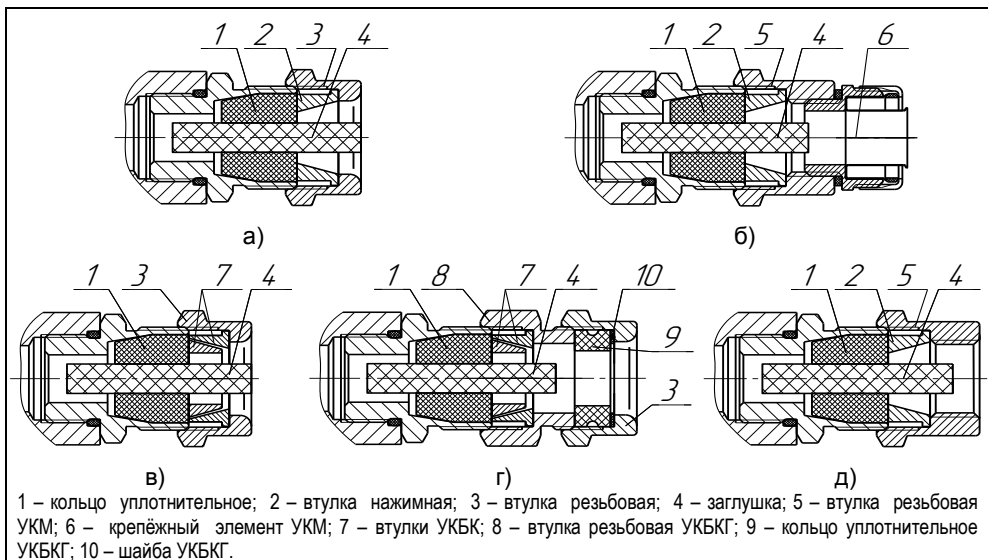

Рисунок 4 – Элементы кабельных вводов:
1.4.3 Корпуса изготавливаются с кабельными вводами **D12** (см. рисунок 4).
Кабельные вводы, изготавливаемые по умолчанию, (см. рисунок 4, а) содержат кольцо уплотнительное 1, втулку нажимную 2, втулку резьбовую 3, заглушку 4.
Варианты исполнения кабельных вводов с устройством крепления металлорукава содержат втулку резьбовую 5 с резьбой под крепёжный элемент 6, в котором фиксируется металлорукав (см. рисунок 4, б). Кабельный ввод имеет варианты исполнения **УKM10**, **УKM12**, **УKM15** и **УKM20** для крепления металлорукава с внутренним диаметром 10, 12, 15 и 20 мм соответственно.
Вариант исполнения кабельного ввода с устройством крепления бронированного кабеля содержит втулки 7 (см. рисунок 4, в). Фиксация брони кабеля осуществляется между втулками 7 при наворачивании втулки резьбовой 3. Вариант исполнения кабельного ввода **УКБК16** предназначен для крепления бронированного кабеля с наружным диаметром до 16 мм. Вариант **УКБК16** обеспечивают надежное электрическое соединение брони кабеля с корпусом преобразователя.
Вариант исполнения кабельного ввода с герметизированным устройством крепления бронированного кабеля (см. рисунок 4, г) содержит втулки 7 для фиксации
Вариант исполнения кабельного ввода с устройством крепления трубы содержит втулку резьбовую 5 с внутренней резьбой под крепление трубы (см. рисунок 4, д). Вариант исполнения кабельного ввода **УКТ1/2** предназначен для крепления трубы с наружной резьбой G 1/2.